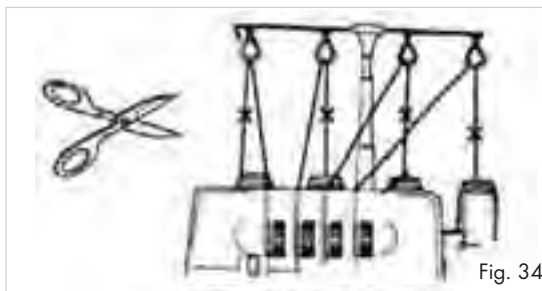

Fig. 34
1. Coupez le fil au-dessus de la broche à bobines ❷ (Fig. 34) et placez les nouvelles bobines sur les broches à bobines ❷.